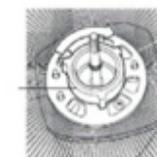

Fig. 3
2. Fije la rejilla protectora en su posición volviendo a colocar la tuerca de seguridad y apretándola fuertemente con la mano (Fig. 3).